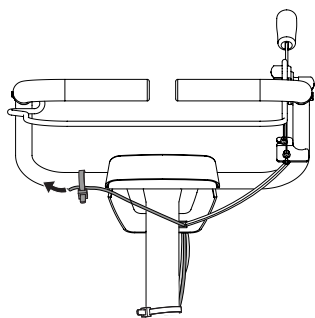

Figura 6
- Pase el cable del control de parada de emergencia por detrás de la manija y, luego, por el lado izquierdo de la manija. Asegúrelo con un precinto inmediatamente después de pasarlo por la parte trasera del panel. Consulte Figura 6.